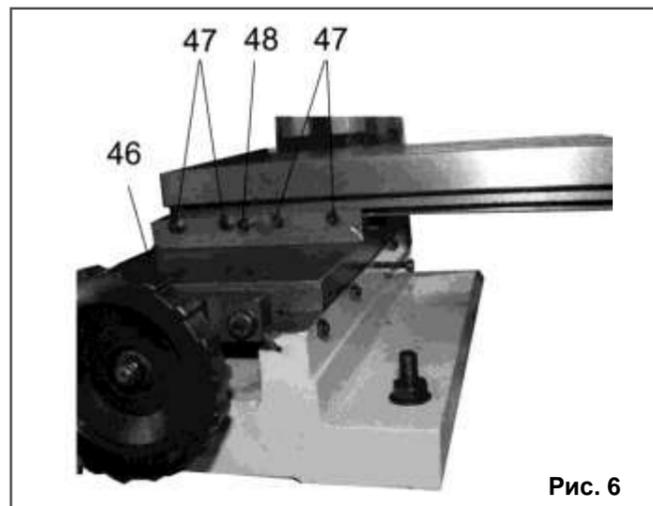

Рис. 6
10.1.8. Зафиксируйте положение рабочего стола (23) поворотом по часовой стрелке болта фиксации поперечно-го перемещения рабочего стола (48), Рис. 6.